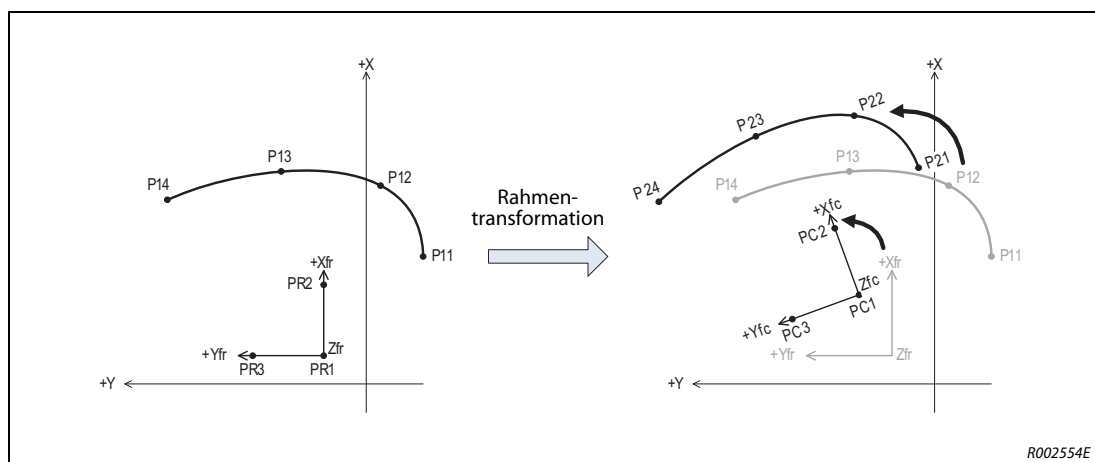

Abb. 11-25: Beispiel für eine Rahmentransformation
Die Erläuterung der Rahmentransformation bezieht sich auf Abb. 11-25.
- Referenzpunktposition. wie PR1, PC1 in Abb. 11-25
- Position auf der X-Achse wie PR2, PC2 in Abb. 11-25
- XY-Ebene und +Y-Richtung wie PR3, PC3 in Abb. 11-25